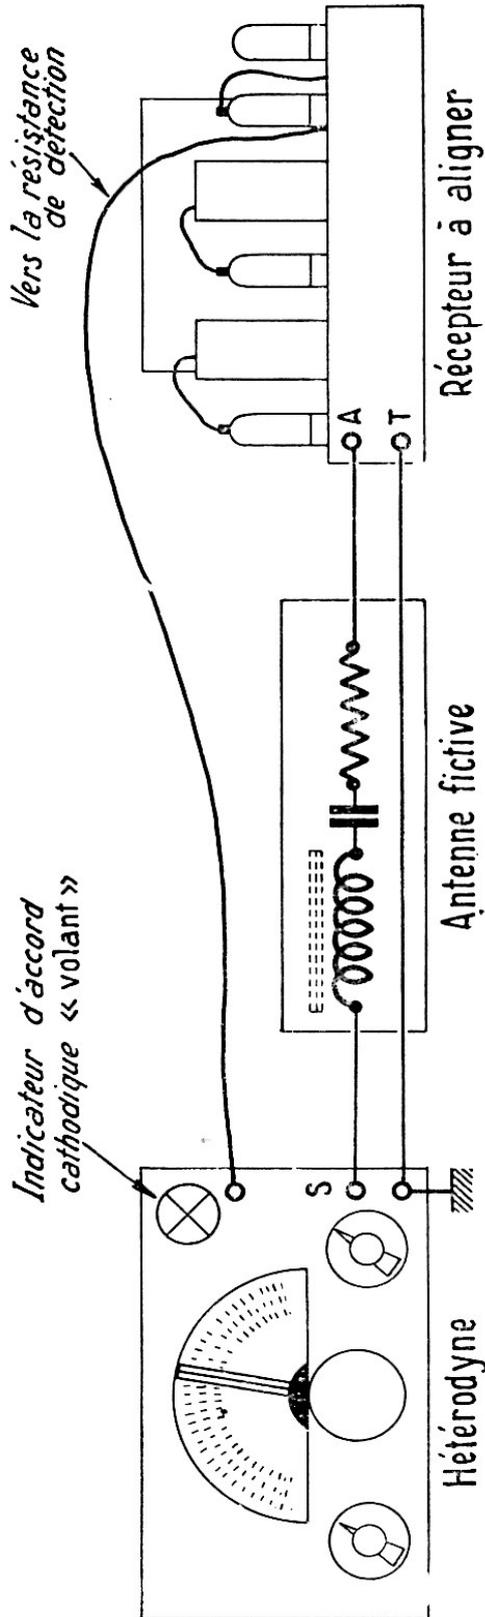

FIG. VIII-2
Avant tout, il convient de connecter un indicateur d'accord qui sera, soit un indicateur cathodique « volant » connecté sur la résistance de détection, soit un outputmètre branché à la sortie BF du récepteur (comme pour l'alignement des circuits MF). Ensuite, on pourra relier la sortie du générateur HF à l'entrée (douilles antenne-terre) du récepteur en intercalant une « antenne fictive » ; voir figure VIII-2. Cette antenne fictive est constituée par une bobine de 20 microhenrys, un condensateur de 200 pF et une résistance au carbone de 25 Ω , le tout connecté en série. Personnellement, nous n'utilisons que très rarement ce dispositif : Le récepteur à aligner est muni d'une antenne moyenne normale, le circuit d'entrée se trouvant ainsi chargé correctement ; quant au générateur HF, il rayonne son signal au moyen d'une tige verticale (cuivre 20/10 de mm) connectée à la sortie S.
I. — Si le récepteur comporte un dispositif anti-morse intercalé dans l'entrée d'antenne, il convient de le régler aussi. Pour cela, on attaque l'entrée du récepteur par le générateur HF (voir fig. VIII-2), mais directement sans l'intercalation d'une antenne fictive. Le récepteur est réglé sur un point quelconque de la bande PO, et avec le générateur, on injecte un *fort* signal de fréquence égale exactement à la valeur MF du récepteur. On ajuste alors le filtre anti-morse pour obtenir l'absorption maximum, c'est-à-dire la *déviatiou minimum* de l'indicateur d'accord pour la fréquence injectée.